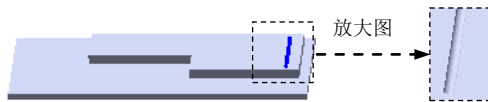
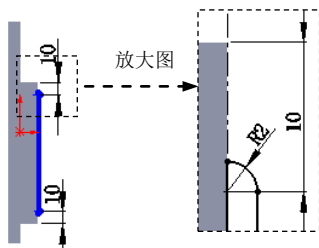

图 17.7.9 创建切除—旋转 1
图 17.7.10 横断面草图
Step5. 创建图 17.7.9 所示的切除—旋转 1。
(1) 选择命令。选择下拉菜单 **插入(I)** → **切除(C)** → **旋转(R)...** 命令。
(2) 定义特征的横断面草图。选取 Step4 绘制的基准面 1 作为草图平面, 绘制图 17.7.10 所示的横断面草图 (包括旋转中心线); 采用草图中绘制的中心线作为旋转轴线。
(3) 定义旋转属性。在 **方向1** 区域的下拉列表中选择 **给定深度** 选项, 在  文本框中输入数值 360.0, 采用系统默认的旋转方向。
(4) 单击  按钮, 完成切除—旋转 1 的创建。